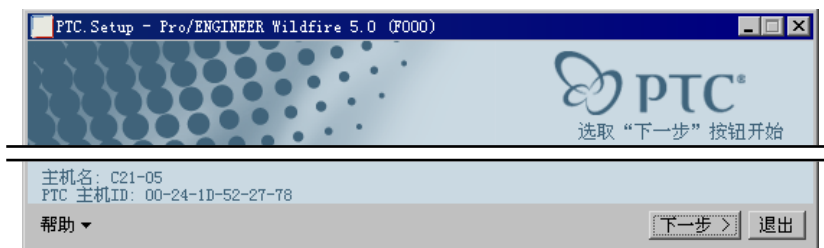

图 2.5.2 “安装”对话框
Step3. 数秒钟后, 系统弹出图 2.5.2 所示的对话框, 在该对话框中单击 **下一步 >** 按钮。